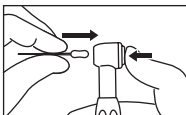

Fig. 2
- Sæt instrumentets håndtag ind i patronen (Fig. 2) og slip knappen.